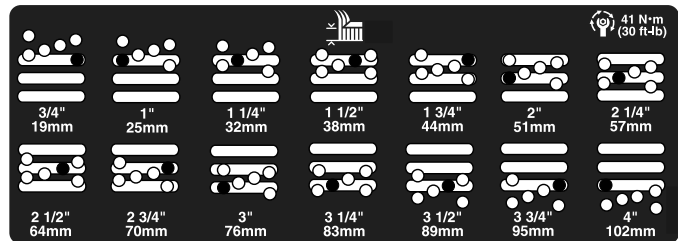

Figura 16
5. Mueva la cámara a la altura deseada e instale un espaciador en el orificio y la ranura de altura de corte deseados (Figura 16)